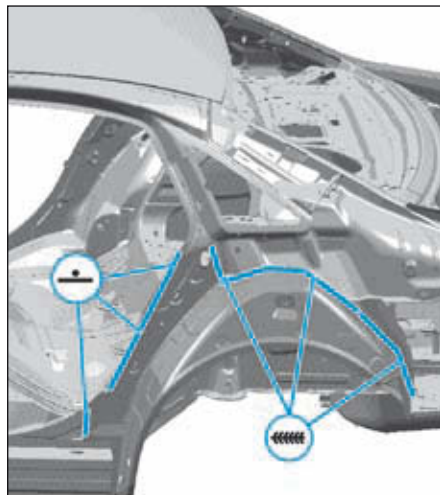

FIG. 131
- Ajuster et souder comme illustré (Fig.131).